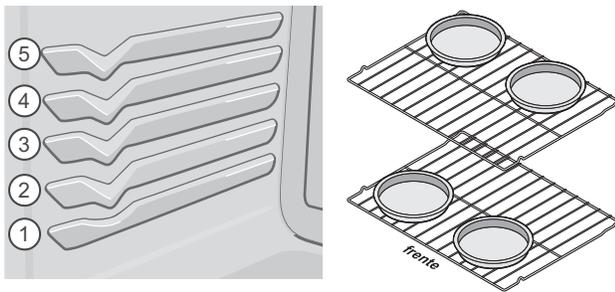

Figura 22: Posiciones de las parrillas de convección (izq.) y colocación de los utensilios (der.)
- Para obtener los mejores resultados al hornear tortas usando dos parrillas para horno, coloque las parrillas en las posiciones 2 y 4, como se muestra en la figura 22.